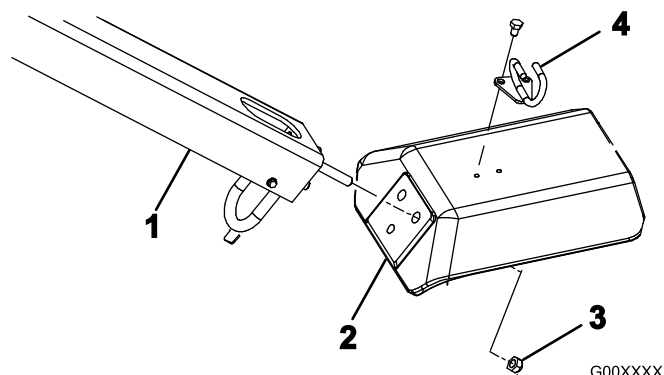

Bild 4
2. Setzen Sie die Befestigungsbolzen für den Griff in die Löcher in der Gabel ein (Bild 4).
3. Befestigen Sie die Griffbolzen mit drei Sicherungsmuttern (1/2") an der Gabel (Bild 4).
5. Befestigen Sie die Kabelführung mit zwei Kopfschrauben (5/16" x 1/2") an der Gabel (Bild 4).